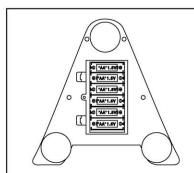

图2
2. 把六节“AA”型号的电池按照正负极的方向安装于遥控器内(如图2)。